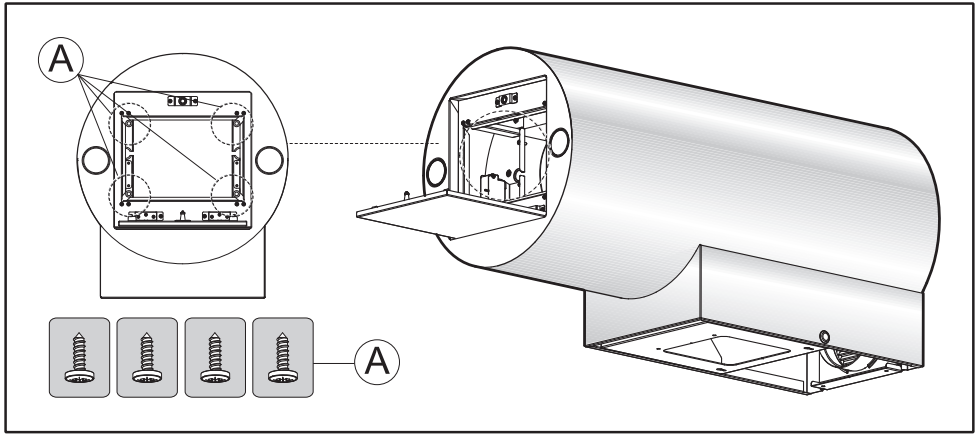

Fig.3
- Retirez les quatre vis A comme illustré (**Fig. 3**).